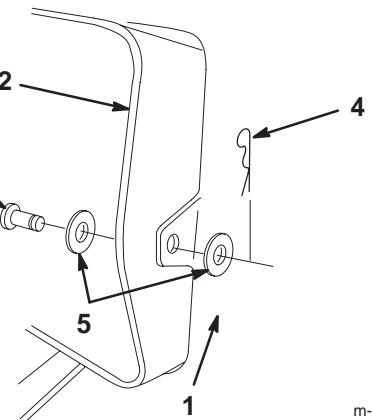

Bild 13
7. Heben Sie das Heckfangsystem an, entfernen Sie den Splint, die zwei Scheiben und den Lastösenbolzen, mit denen das Auswurfrohr an der hinteren Platte befestigt ist (Bild 13).
- 16.** Heben Sie das Heckfangsystem an und setzen Sie den Splint, die zwei Scheiben und den Lastösenbolzen ein, um das Auswurfrohr an der hinteren Platte zu befestigen (Bild 13).
7. Heben Sie das Heckfangsystem an und entfernen Sie den Splint und den Lastösenbolzen, mit denen das Auswurfrohr an der hinteren Platte befestigt ist (Bild 13).
- 13.** Heben Sie das Heckfangsystem an und setzen Sie den Splint und den Lastösenbolzen ein, um das Auswurfrohr an der hinteren Platte zu befestigen (Bild 13).